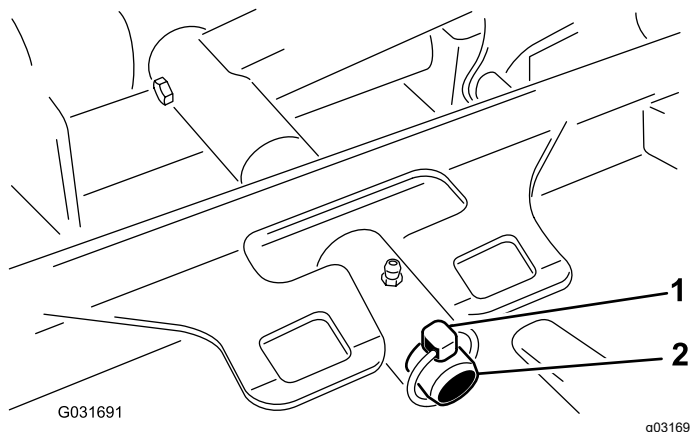

Figura 72
3. Retire o pino de sujeição que fixa a estrutura de suporte da plataforma ao pino da articulação do braço de elevação (Figura 72).
3. Deslize a estrutura de suporte da plataforma para o pino da articulação do braço de elevação e prenda-a com o pino de sujeição (Figura 72).